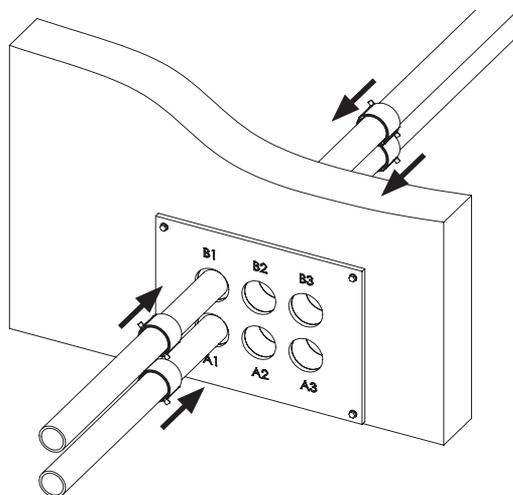
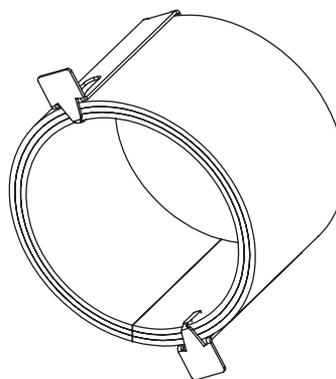

Fig. 35 Inserimento dei manicotti antincendio
Fig. 36 Manicotto antincendio
- Introdurre il manicotto antincendio sul tubo flessibile e spingerlo nella paratia antifiamma. Per ogni tubo flessibile deve essere montato un manicotto antincendio interno ed esterno – Fig. 35, Fig. 36.